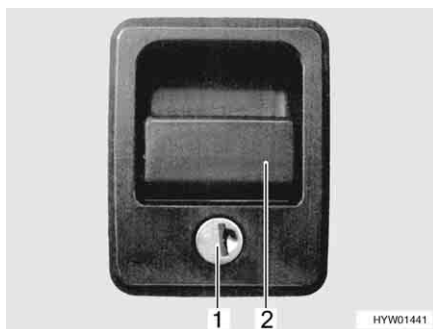

Fig. 23 Serratura dello sportello con impugnatura
- Inserire la chiave nel cilindro della serratura (Fig. 23,1) e ruotare di un quarto di giro. La serratura dello sportello è sbloccata.
- Tirare la maniglia della serratura (Fig. 23,2). In questo modo si apre lo sportello esterno.